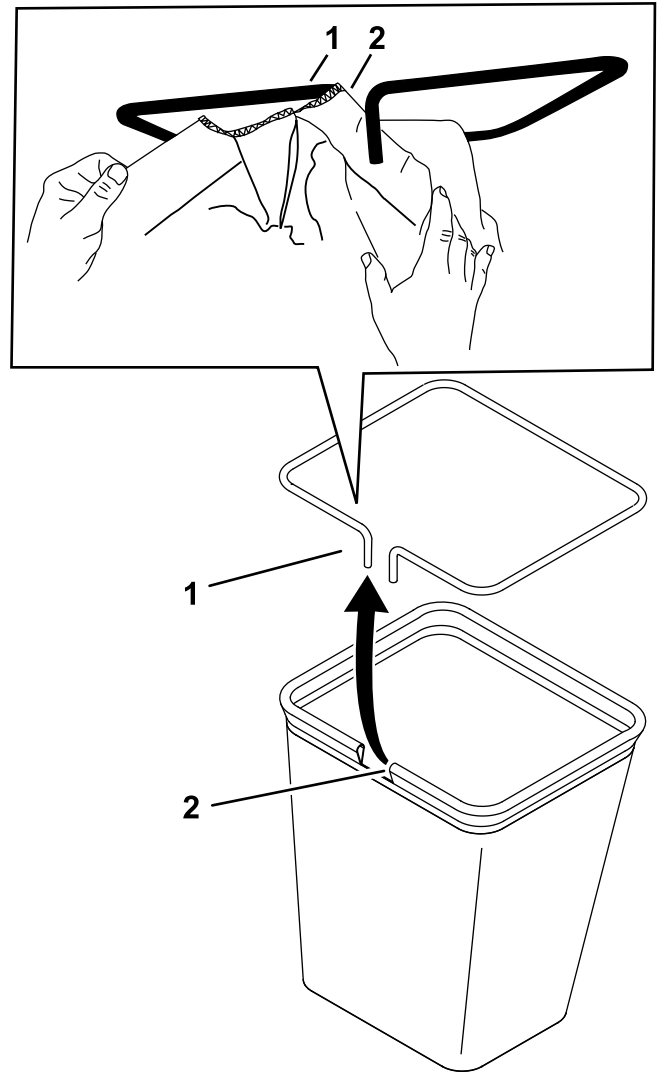

Figure 6
1. Les ouvertures de l'armature et du bac vous faisant face, enflez l'ouverture droite sur le bras gauche de l'armature (Figure 6).